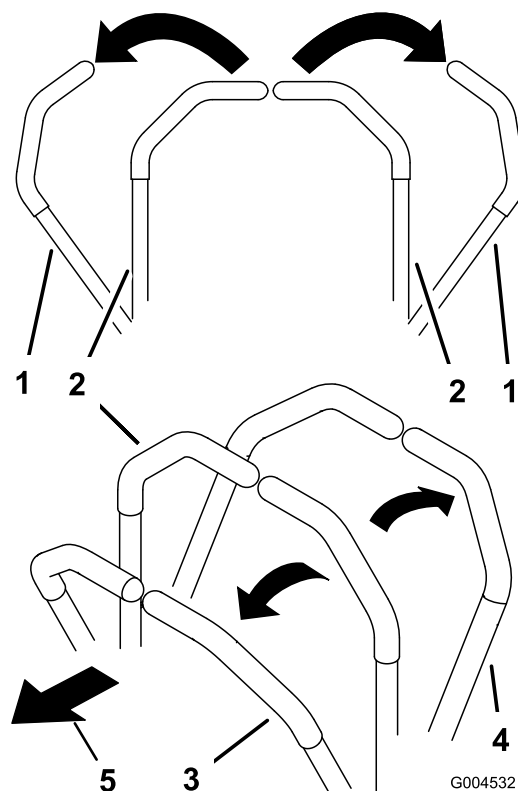

図 20
- 前方への直進走行両方のレバーをゆっくりと前に押す 図 20。
- 後方への直進走行両方のレバーをゆっくりと後に引く 図 20。
- 旋回両方のレバーを手前に引いて走行速度を落とし、曲がりたい方向と反対側のレバーを押す (図 20)。